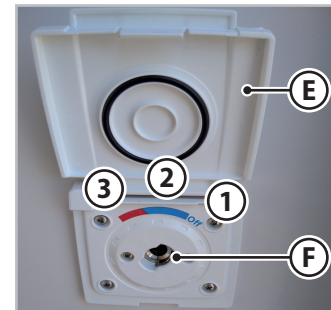

Fig.6.34 - Bruserudtagets fatning
1. Løft klappen (**E** - Fig.6.34).
2. Sæt den medfølgende slange i udtaget (**F** - Fig.6.34).